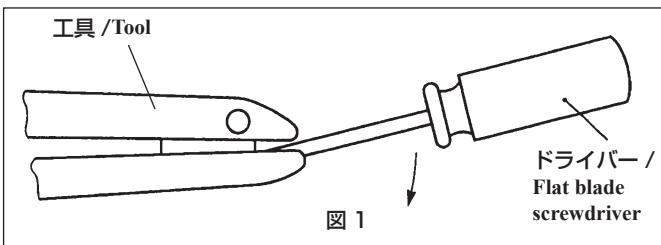

図 1
- ① 手動圧着工具は、クリンプハイトの微調整が行なえませんので、端子の適合電線範囲であっても、ご使用になる電線が指定電線と異なる場合は工具に適合しない場合があります。
- ② 本書に示す適合端子、適合ケーブル以外の物を絶対圧着しないでください。
- ③ 工具を叩いたり、高い所から落とす等の衝撃は絶対加えないでください。
- ④ 工具には適正な加圧が行なわれるまでハンドルが開かないようにラチエット機構が備わっています。ラチエットが解除する前にハンドルを開くことはできません。無理に開いたりすると工具が故障しますので絶対しないでください。
- ⑤ ラチエットが解除した後もハンドルに過度な荷重をかけ続けますと、ハンドルが閉じたまま開かなくなることがあります。その際は、図 1 のようにドライバー等をハンドルに入れ開いてください。また、過度な荷重をかけることはハンドツールのガタを引き起こし、正常な圧力が得られなくなる原因になりますので注意ください。
- ⑥ 作業を始める時は、圧着した端子の圧着状態が良品の範囲になっているか確認を行なってください。
- ① The tools can not be adjusted for crimp height or configuration. Only specified wire size, construction and type must be used with the applicable contact and tool.
- ② Do not crimp other than the specified contact or wire.
- ③ Do not subject the tool to physical impact or drop.
- ④ Do not attempt to release the moveable handle before completing full compression as this may damage the tool. Handle will release after completion of the full compression. The handle can not be opened before automatic release of the ratchet.
- ⑤ Do not apply excessive compression on the handles after full compression. Occasionally the moveable handle may remain closed after the full compression. Insert a flat blade screwdriver (or similar tool) as shown on illustration above, to release it. In addition, applying an excessive compression can produce a play in the hand tool. With the hand tool with a play, the normal pressure cannot be obtained. So, be careful.
- ⑥ Assure that the crimp condition after the termination with the wire is within specification.